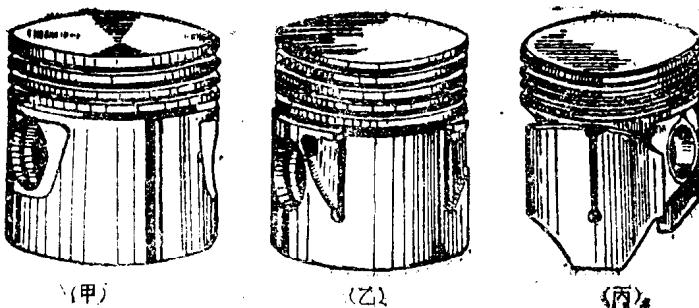

图1—21 活塞的膨胀槽
5. 膨胀槽：活塞裙部开的槽（如图1—21所示），可使活塞略有弹性。当活塞受热时，可向槽内膨胀，这样，活塞与汽缸壁的间隙可以留得很小，而不致使活塞与汽缸壁咬住。解放牌汽车活塞制有“T”形膨胀槽，跃进牌汽车活塞制有“H”形膨胀槽。安装活塞时，面对发动机前端，膨胀槽应朝向发动机右侧。